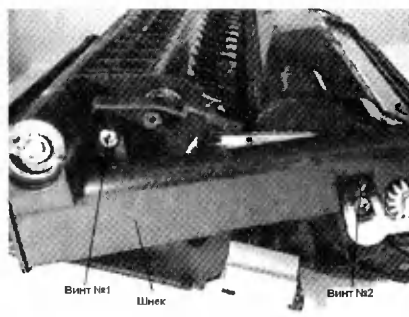

Рис. 2. Шнек
3. С передней стороны картриджа снимите шнек, ослабив винт №1 и открутив винт №2 (см. рис. 2).